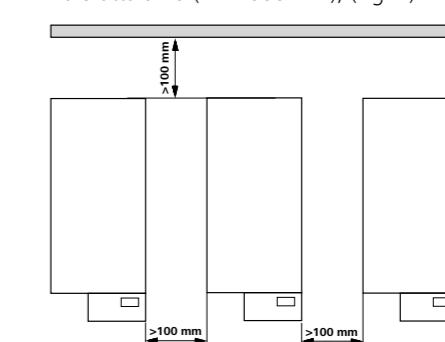

Fig. 2
- Starp ierīcēm, starp ierīci un sienu un virs instalācijas ievērojet minimālo attālumu (min. 800 mm), (Fig. 2).